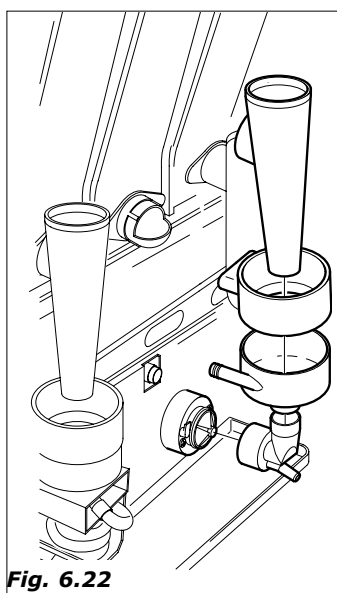

Fig. 6.22
- sumergir también en la solución, los embudos de agua, la cámara de mezcla, las aspas de las batidoras y los tubos de silicona (Fig.6.22)